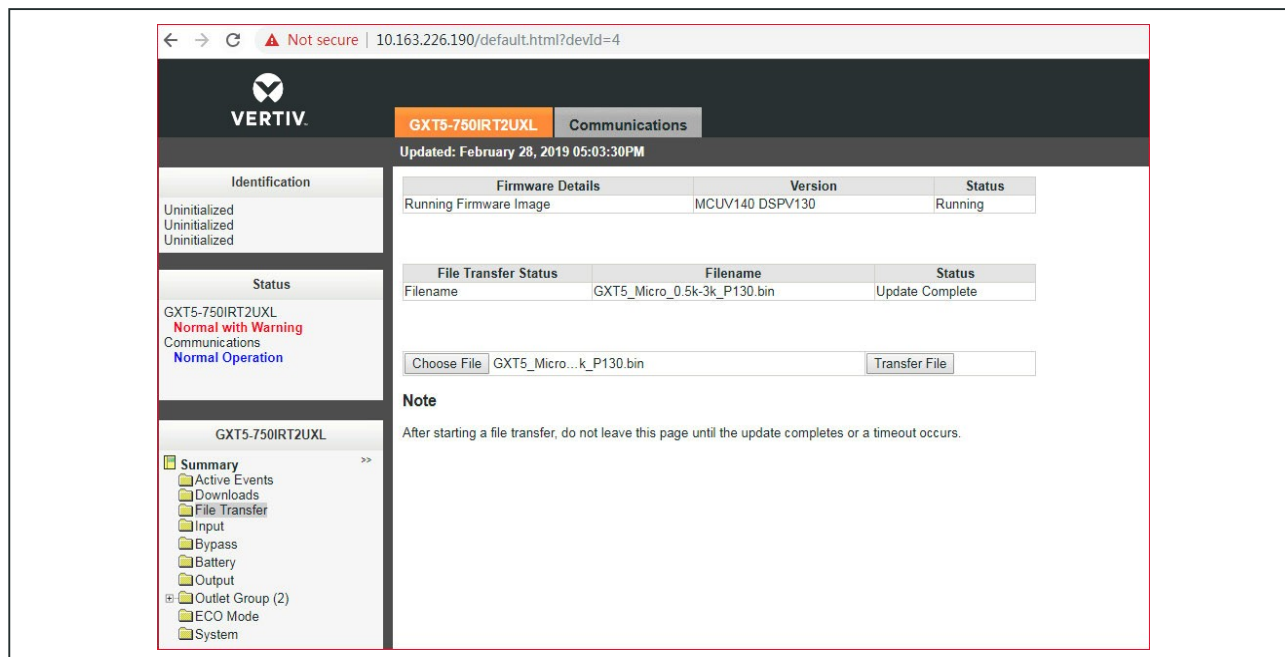

図 5-5 RDU101ユーザーインターフェイスでのファイル転送
4. カードのユーザーインターフェイスでアップデート用ファイルをアップロードします(図5-5参照)。